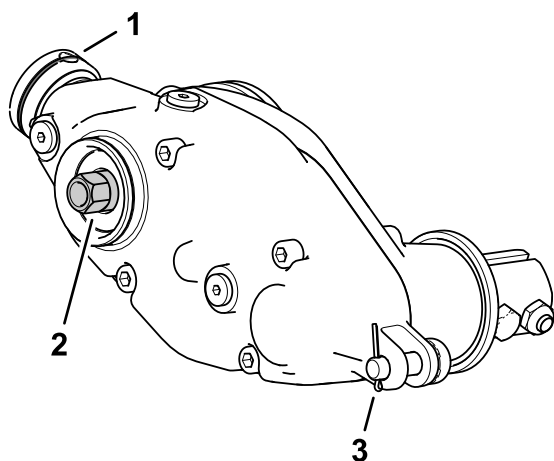

Рисунок 14
- Используя деревянную подпорку или помощь другого человека для удержания барабана, затяните шестигранную головку на валу блока привода с моментом от 135 до 150 Н·м; см. Рисунок 14.